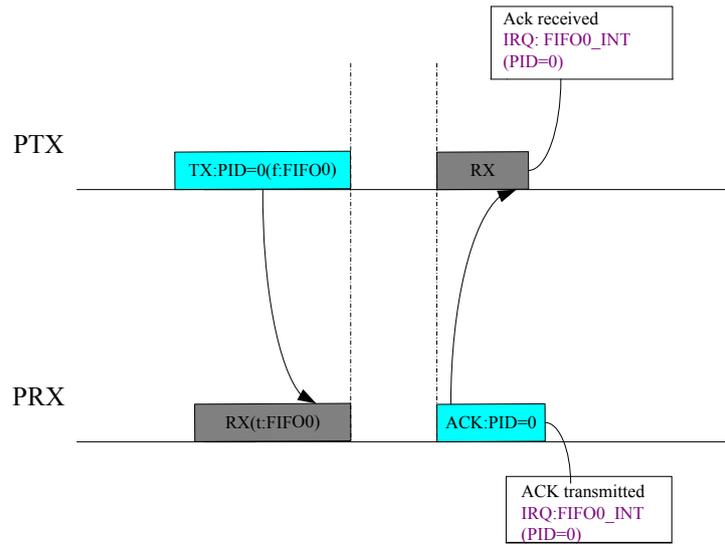

图 10-7 ACK 使能正常通讯中断示意图
- ◆ 当 PTX 与 PRX 同时使能当前通信 PIPE 的 ACK 功能后（Pn_EN = ‘1’并且 Pn_ACKEN = ‘1’）。PRX 在正确接收一帧数据后由 RX 模式自动切换为 TX 模式发送 ACK 帧，并在完成 ACK 帧发送后置起 FIFO0_INT（0x11）中断标志位（详见图 10-7）。PTX 在一帧数据发送完成后由 TX 模式自动切换为 RX 模式等待接收 ACK 帧，并在成功接收到 ACK 帧后置起 FIFO0_INT 中断标志位（详见图 10-7）。
ACK 使能情况下($P_n_ACKEN=1$), PTX 在成功接收 ACK 后, 中断标志位 FIFO0_INT 将置'1'。若 PRX 成功接收数据包(PHR 与 PSDU 正确), 在回复 ACK 后中断标志位 FIFO0_INT 将置'1', 如图 10-7 所示。